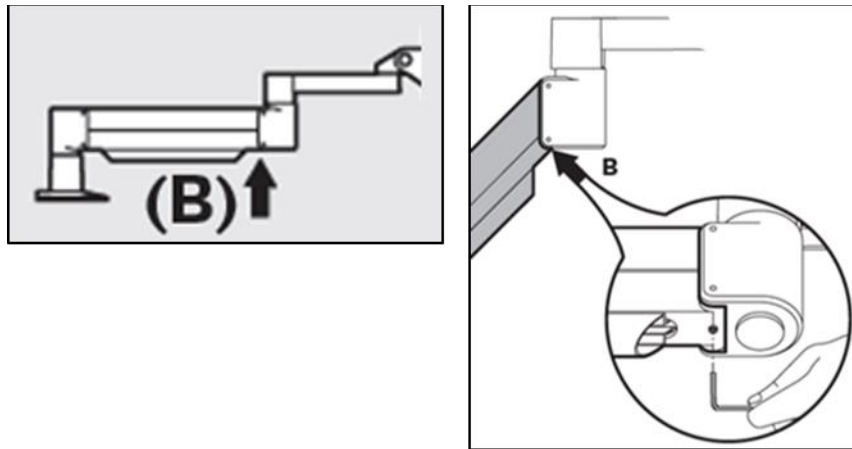

Figura 4-6. Afloje el tornillo B de ajuste del contrapeso
- Recoloque el brazo en posición horizontal Afloje el tornillo B de ajuste del contrapeso girando el tornillo como mínimo $\frac{1}{2}$ vuelta. Utilice una llave Allen de $\frac{3}{32}$ ". Véase la figura 4-6.
- Coloque el brazo en posición horizontal y apriete el **tornillo B de ajuste del contrapeso** hasta que haga contacto y, a continuación, apriete de $\frac{1}{2}$ a $\frac{3}{4}$ vueltas. Véase la figura 4-6.